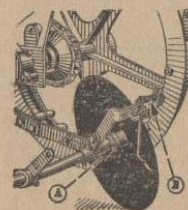

Figure 5
La butée des plants peut se régler en déplaçant les disques sur leur essieu. (Voir « A » figure 5). La tension des deux ressorts des disques (6), peut être changée suivant que la machine est employée en terrains lourds ou légers. Les décrotoirs pour disques (fournis sur commande spéciale seulement) peuvent être mis en repos en tournant la tringale à ressort (B) (figure 5).